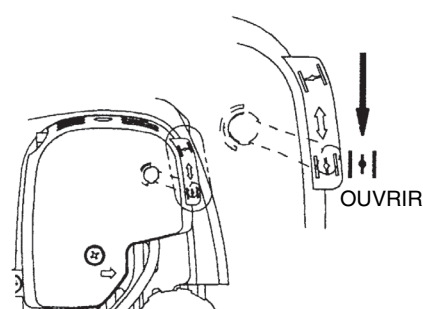

Figure 5
- (7) Lorsque le moteur démarre, ouvrir le levier de réglage. (Figure 5)
- (8) Augmenter la température pendant deux ou trois minutes.
- (9) Le réchauffage est terminé lorsque le moteur passe rapidement de la vitesse de faible régime à celle de plein régime.